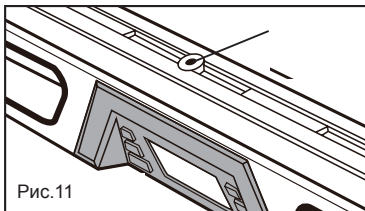

Рис.11
## Использование электронного уровня на штативе (Рис. 11, 12 и 13)
- 2) Установите уровень на штатив при помощи отверстия под штатив 1/4", расположенного в центре рабочей поверхности уровня (смотрите рис.11).